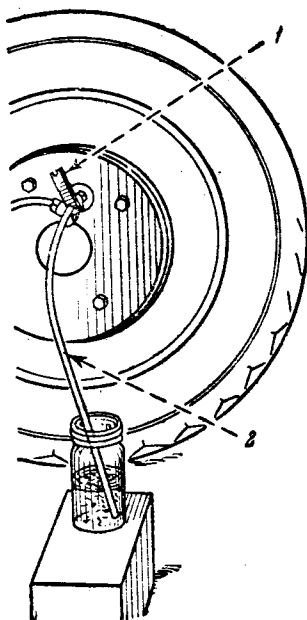

Рис. 50. Спуск воздуха из системы гидравлического привода тормозов:
2. Конец трубки опустить в стеклянный сосуд, наполненный тормозной жидкостью, отвернув на $\frac{3}{4}$ оборота спускное соединение специальным ключом (рис. 50).